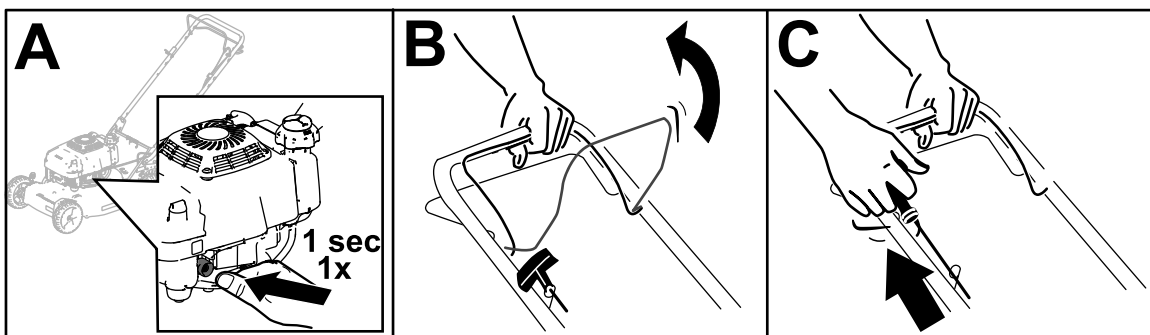

Figura 14
1. Premete con decisione e tenete premuto l'iniettore per 1 secondo (A della Figura 14).
2. Tenete la barra di comando delle lame contro la maniglia (B della Figura 14).
3. Tirate la stegola dell'avviatore autoavvolgente (C della Figura 14).